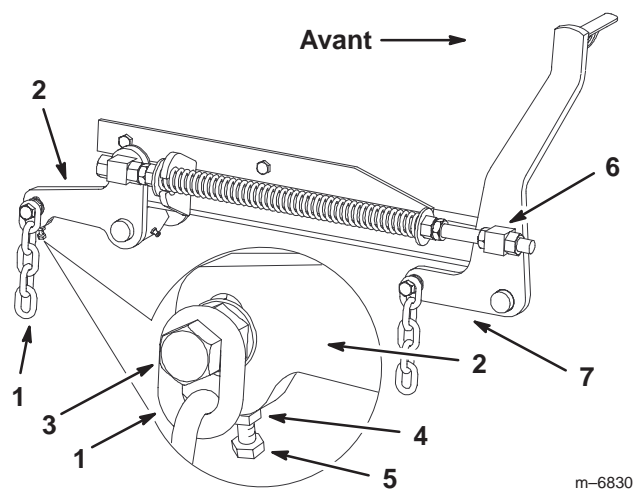

Figure 69
7. Si la distance mesurée au point **B** ou **C** n'est pas correcte, desserrez le boulon de fixation de la chaîne arrière au bras de support arrière (Fig. 69).